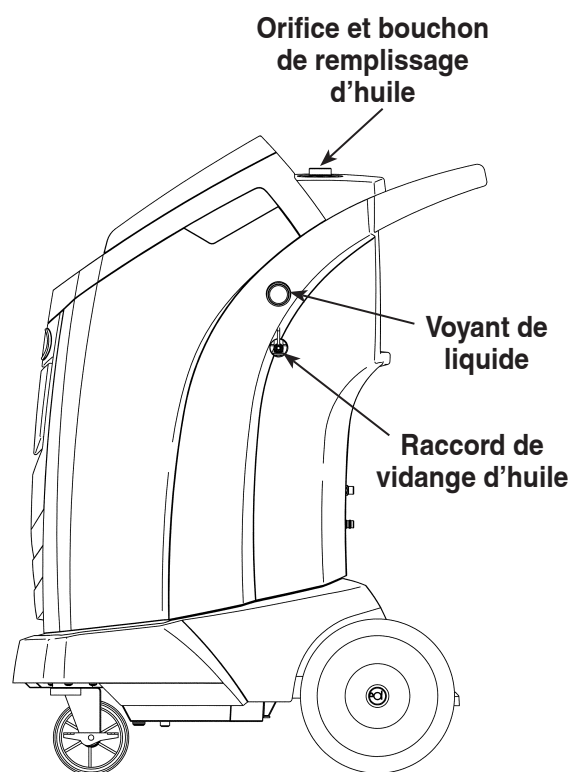

Figure 19
3. Après l'arrêt du compresseur, ouvrez **lentement** le bouchon de remplissage d'huile pour vérifier qu'il n'y a pas de pression dans la machine. Puis enlevez le bouchon avec précaution. Reportez-vous à la figure 19.